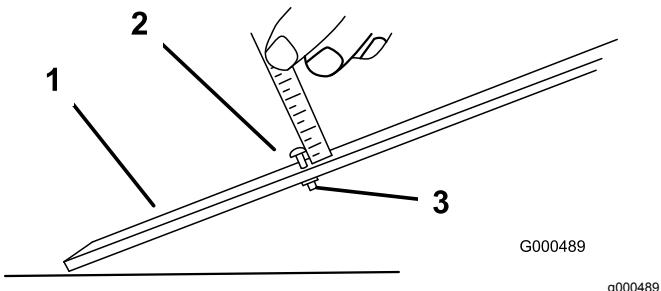

Figura 55
- Desaperte a porca da barra indicadora (Figura 55) e regule o parafuso de ajuste para a altura de corte desejada. A altura de corte